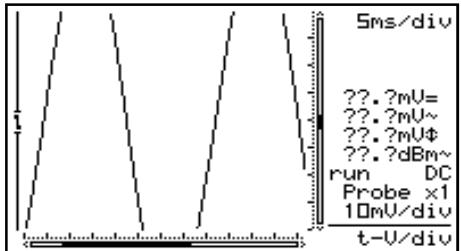

Fig 28
- If the signal goes off-screen or when the signal is too small for measurement, the readout will show ??? (see fig 28)
- Als het signaal buiten het scherm verdwijnt of te klein is voor metingen, zal de uitlezing ??? aanduiden. (**Fig 28**)
- Si le signal sort de l'écran, ou lorsque le signal est trop petit pour être mesuré, trois points d'interrogation ??? sont affichés. (**Fig 28**)
- Wenn das Signal aus dem Bildschirm verschwindet oder wenn das Signal bei dB-Messung zu klein ist, zeigt die Anzeige ??? an (**Abb. 28**)